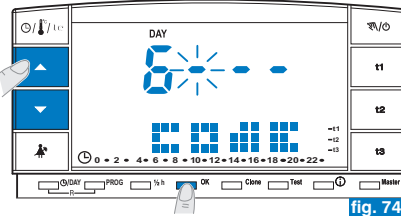

fig. 74
- Configurar el número deseado con las teclas **▲**/**▼**; confirmar con la tecla **OK** (ej. fig. 74).